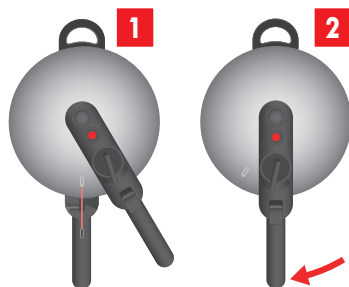

Рис. 10: Закрывать крышку
6. Закройте кастрюлю крышкой (см. рис. 10/1).
7. Поверните крышку до упора по часовой стрелке (см. рис. 10/2).